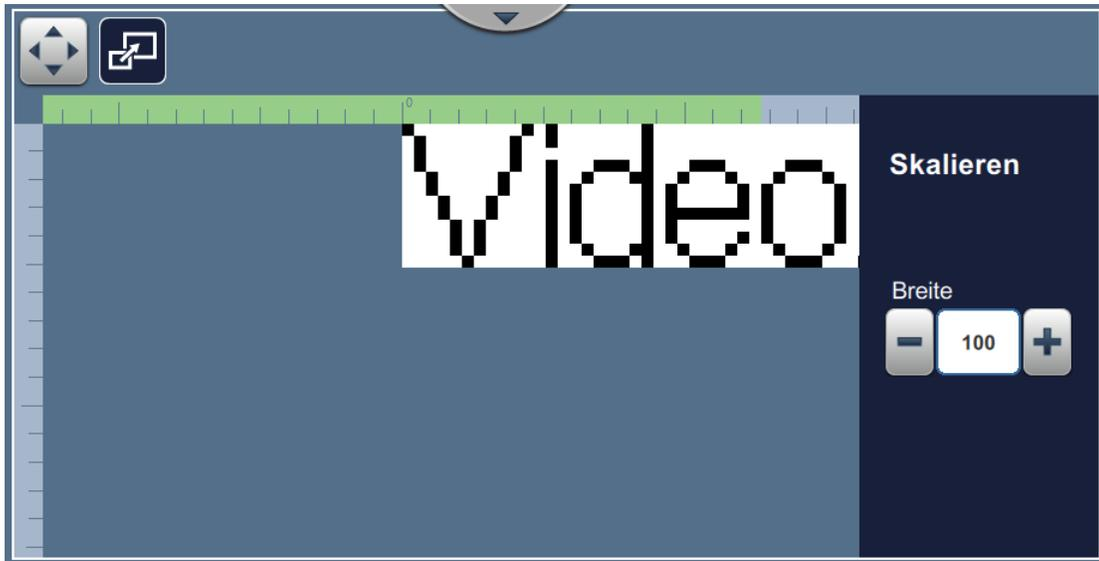

Abbildung 4-10: Anpassen > Skalieren.
1. Berühren Sie die Schaltfläche  und die aktuelle Maßstabaufteilung erscheint wie dargestellt in Abbildung 4-10.